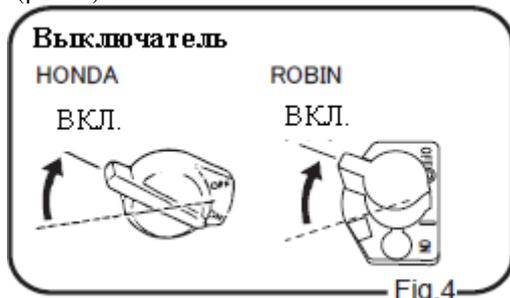

Fig.4
2. Поставьте выключатель в положение «I» (ВКЛ.) (рис. 4).